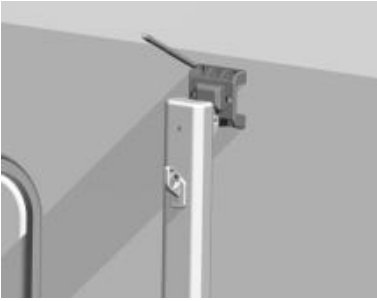

Abbildung C6 Abbildung C7
3.2 Nehmen Sie den Stützarm, markieren Sie damit die Position des Lochs an einer geeigneten Stelle an der Außenseite des Fahrzeugs (Abbildung C6) und bohren Sie ein $\Phi 5$ -Befestigungsloch in die Fahrzeugkarosserie. (Abbildung C7).